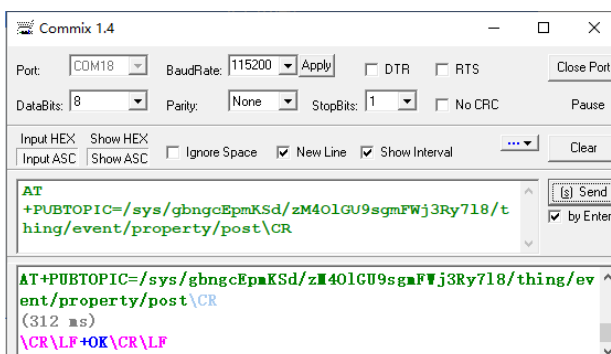

图 14-10 发布 topic 信息设置界面
7) 设置发布 TOPIC 信息, 如图 14-10 所示:
6) 如图 14-10 所示, 所有参数设置完成后, 退出 AT 指令模式, 程序自动返回透传模式, 重启后设备自动连接云端服务器。